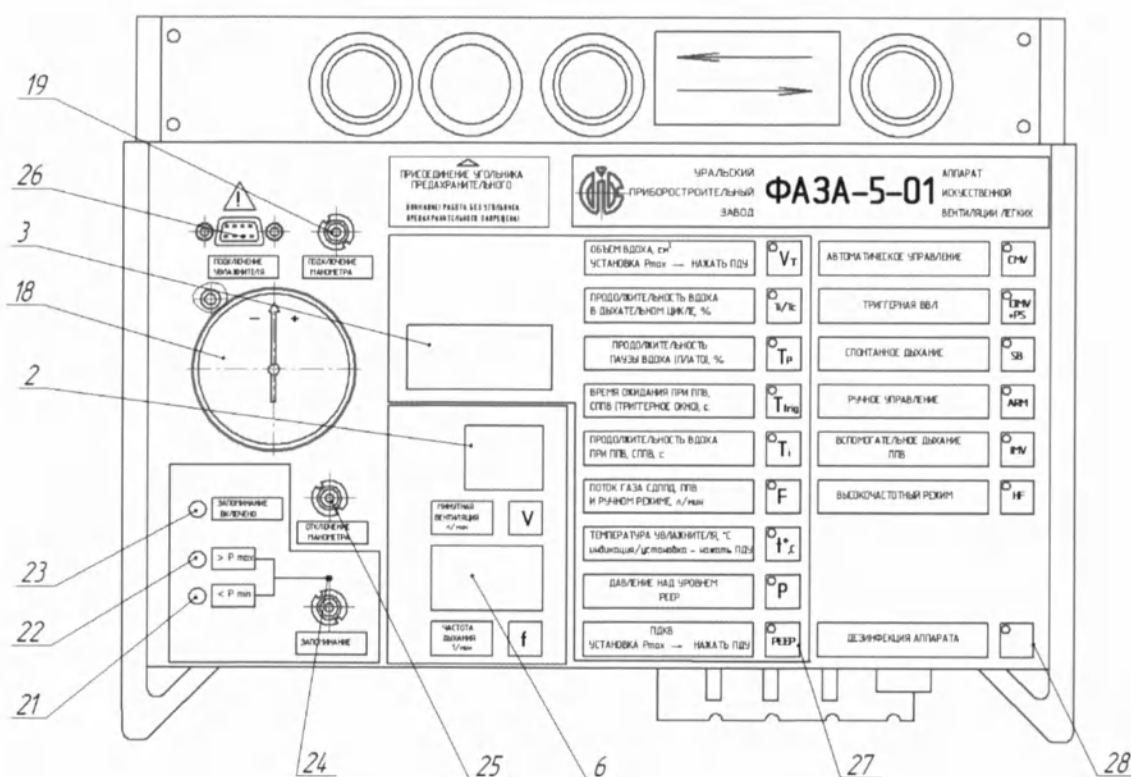

Рис. 5-Верхняя панель аппарата
На верхней панели аппарата (рис.5) расположен блок индикации.
– ручка 1, предназначенная для регулирования $\dot{V}$ (на режиме ИВЛ или ВЧ) или регулирования F – на режимах СД (СДППД), РУ и ППВ. Фактическое значение величины $\dot{V}$ индицируется на индикаторе 2, а F – на индикаторе 3 (при нажатии кнопки F) (рис.5);
– ручка 5, предназначенная для регулирования f в пределах 10÷40 мин-1 при работе на режиме ИВЛ, и в пределах 40÷160 мин-1 при работе на режиме ВЧ. Фактическое значение f индицируется на индикаторе 6 (рис.5).
– ручка 7, предназначенная для регулирования $T1/Tc$. Фактическое значение $T1/Tc$ (в %) индицируется на индикаторе 3 (рис. 5) при нажатии соответствующей кнопки.
– ручка 8, предназначенная для регулирования продолжительности паузы вдоха (величины плато на вдохе). При регулировании продолжительности паузы ни величина $\dot{V}$, ни величина V_T не изменяются. Фактическое значение продолжительности паузы вдоха индицируется на индикаторе 3 (рис.5) при нажатии кнопки Tp ;
– ручки 10 и 11, предназначенные для регулирования времени между принудительными вдохами на режиме ППВ (время ожидания) и продолжительности вдоха на этом режиме. Фактическое значение времени ожидания и времени вдоха индицируется на индикаторе 3 (при нажатии кнопки $Ttrig$) (рис. 5).